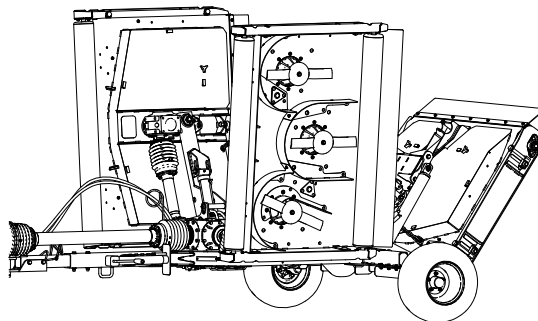

Рисунок 63
- Поднимите и зафиксируйте деки газонокосилки; выключите двигатель и извлеките ключ (Рисунок 63).